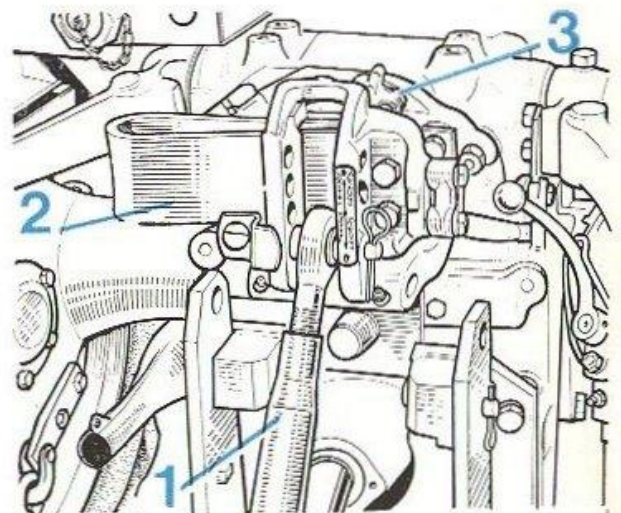

FIG. 2
Le bras de poussée (1) fig. 2 est broché dans le trou inférieur du support mobile (2) et le coin (3) est engagé entre le support mobile et la butée du bloc de relevage. Cette précaution est également à respecter pour le transport sur route qui doit s'effectuer **obligatoirement en position contrôlée.**